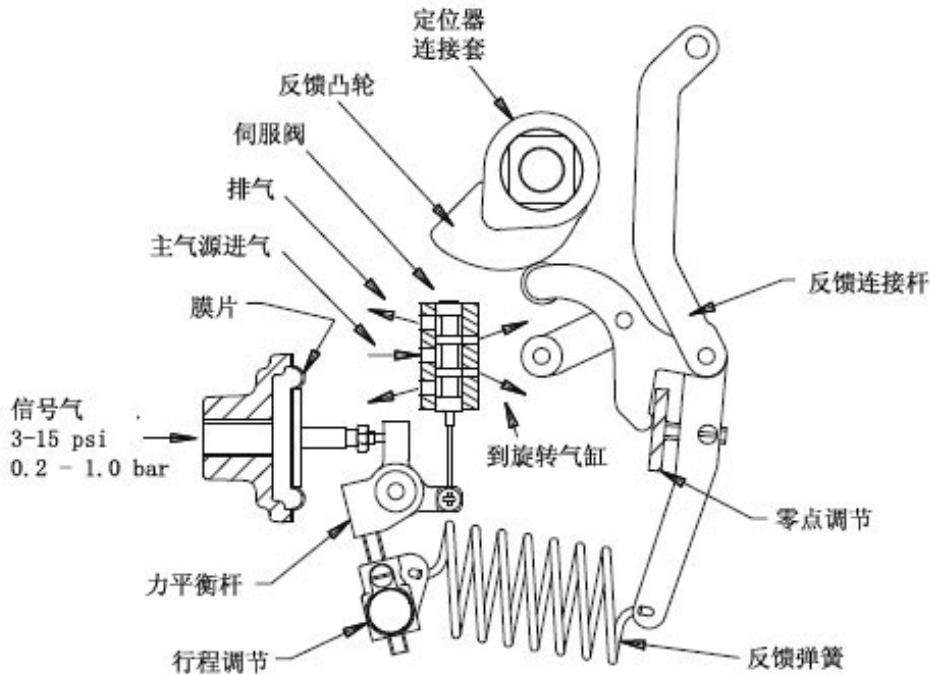

图4 动作原理
4.2 零点和行程调整（参看图 4）
- 用起子调节内部的流量控制器（见图 4）。有二个流量控制器，每一个行程方向用一个。顺时针旋转将降低旋转气缸的速度。AP 和 MP 规格定位器可以用该方法进行控制。但 HP 定位器配有外部消声器/流量控制器，需调节外部流量控制器来控制定位器的速度。